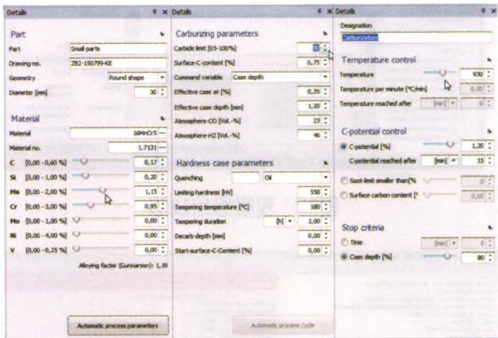
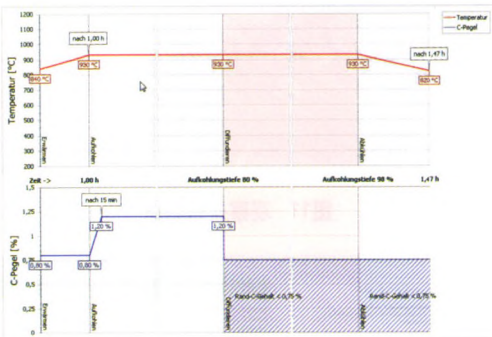
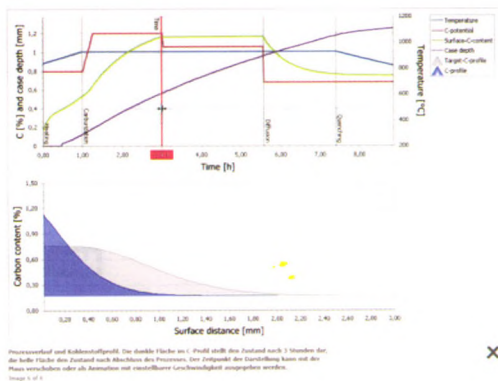

图7 输入零件信息及渗碳工艺参数
图8 图形显示工艺参数
图9 动态显示工艺模拟过程
- (1) 为所需的有效硬化层深度或渗碳层深度配置最佳的工艺参数，如图7、图8所示。
- (2) 优化工艺时间。
- (3) 模拟、优化渗碳轮廓曲线。
- (4) 模拟、优化淬火后的硬度曲线。
- (5) 模拟、优化回火后的硬度曲线。
- (6) 快速动态显示每一时刻的模拟结果，如图9所示。
- (7) 方便查询各点位的数值。